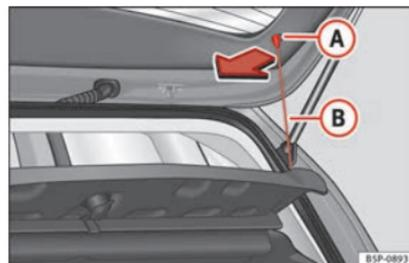

Fig. 103 Bandeja portaobjetos.
- Desenganche los tirantes »» fig. 103 B de los alojamientos A.